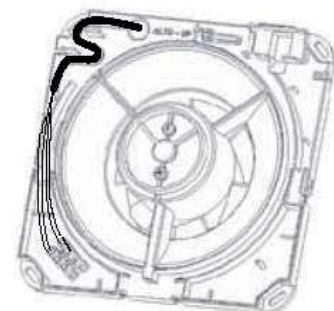

Fig. 11
4. Posizionare il cavo di alimentazione nell'apposita sede antitrazione (fig. 11).